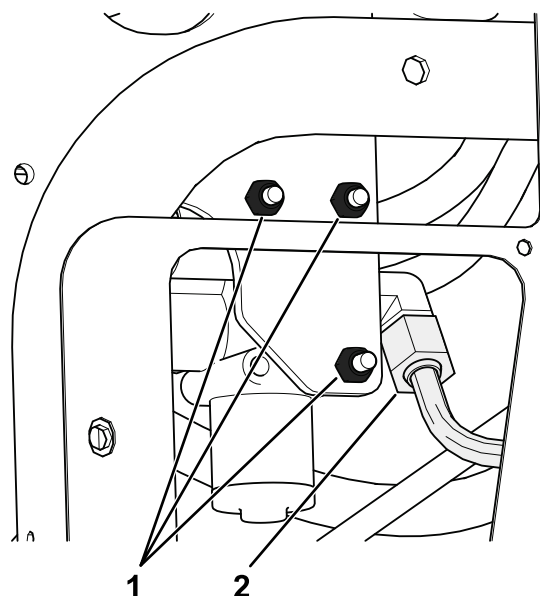

Figura 5
- A. Îndepărtați cele 3 uruburi i piulie care fixează supapa de ridicare existentă pe cadru i separai-o de cadru pentru a permite îndepărtarea fittingului în T (340-94), aa cum se arată în Figura 5.